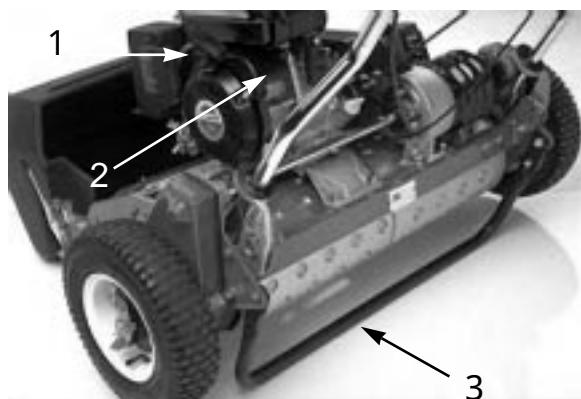

図23
ON / OFF スイッチ(図23)
スタータ(図23)
キック・スタンド(図23)
- 3 . ON / OFF スイッチ(図23)をONとする。